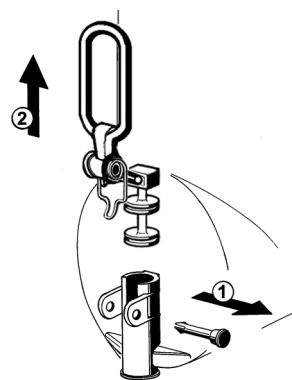

figura 11
5 Desarmar el grifo respetando la secuencia indicada (ver figura 11).
- 3 Armar de nuevo el grifo sobre el contenedor siguiendo la secuencia inversa a la detallada para el desmontaje (vedere figura 11).